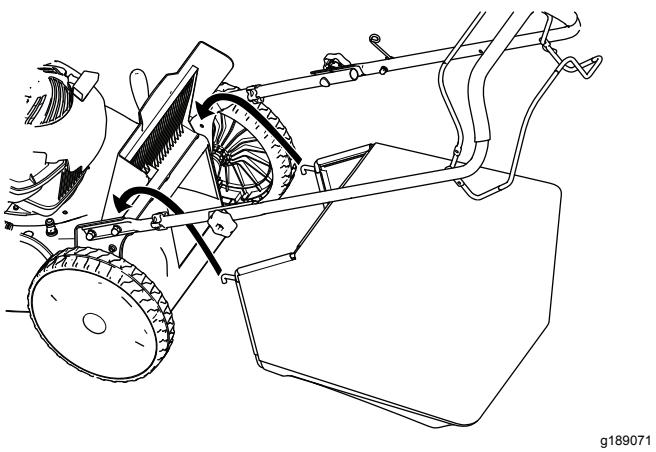

Figura 18
3. Instale la bolsa de recogida, asegurándose de que los pasadores de la bolsa descansan en las muescas del manillar (Figura 18).
1. Levante y sujeté la tapa trasera (Figura 18).